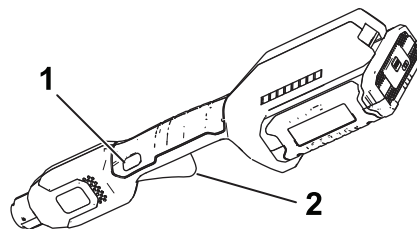

Figure 9
4. Pour mettre la débroussailleuse en marche, appuyez sur le bouton de verrouillage, puis serrez la gâchette de vitesse variable (Figure 9).